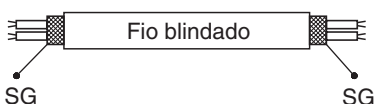

Fig. 4-6
- (5) Utilize fios blindados para a cablagem de controlo entre unidades (C) e ligue a blindagem à terra em ambos lados; caso contrário, pode ocorrer um mau funcionamento devido ao ruído. (Fig. 4-6)